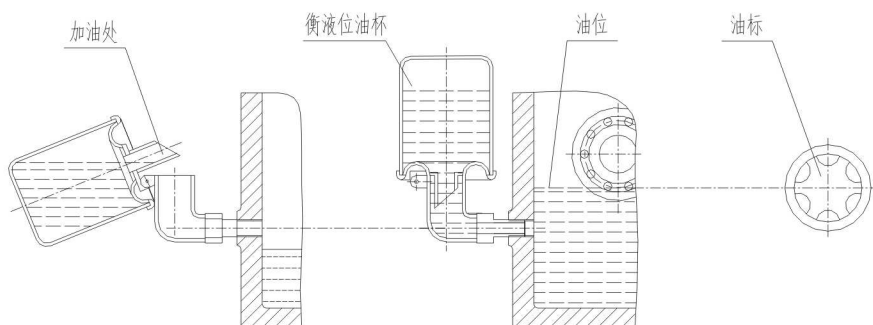

图 8
4.1.2 在泵启动之前，先通过轴承箱上的加油孔填充润滑油，直到恒位油杯的支管开始充满油为止。再用同种润滑油填充恒位油杯（如图所示），然后扣上恒位油杯，油会从储油器中流入轴承箱中，直到达到要求的油位。泵运转期间，要保证轴承箱中充足的油位，如果储油器的油位下降到储油器整体高度的三分之一，则建议重新装满（见图8）。